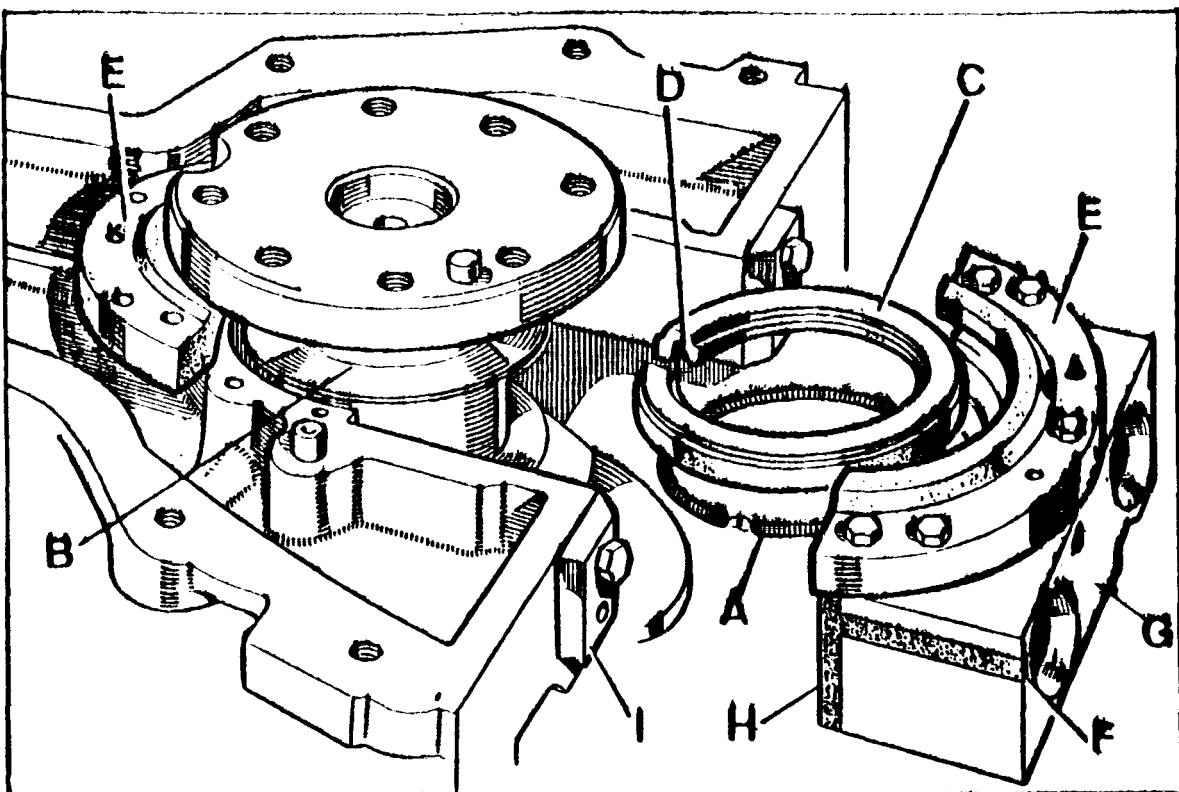
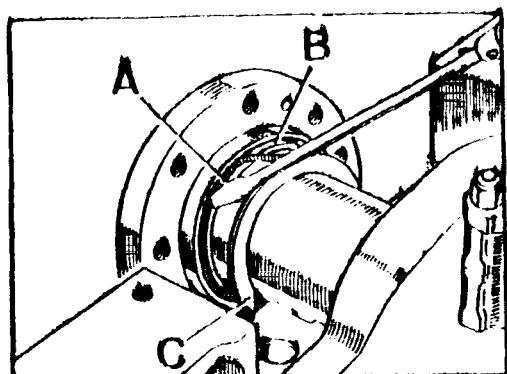

Fig. A3-83C Detalles del retén trasero del cigueñal
Fig. A3-83D Montaje del muelle compresor del retén.
- 1.12. Desmontar el retén, C, del cigüeñal y el muelle compresor, A (Fig. A3-83C).
- 2.1. Situar el muelle, A (Fig. A3-83C) sobre el cigueñal, encajándolo en su alojamiento del muñón, B, y enganchar sus extremos, teniendo cuidado de no deformar el muelle al realizar esta operación.
- 2.3. Colocar el muelle, A (Fig. A3-83C) de forma que el punto de enganche quedé situado según se indica en la figura. Con un destornillador pequeño se irá empujando el muelle (Fig. A3-83D) hasta que se introduzca en el hueco del retén.
- 2.4. Girar el retén hasta que el corte, D (Fig. A3-83C) quede situado en el eje vertical del motor y apuntando hacia la culata. Esta posición, que es la de trabajo, es muy importante.
- 2.5. Instalar las dos mitades del porta-retén, E (Fig. A3-83C), asegurándose de que el retén queda bien alojado en la mitad superior.
- 2.6. Montar dos empaquetaduras de corcho, F (Fig. A3-83C) sobre la tapa del cojinete trasero, G, haciendole de antemano un biselado en la zona H. Engrasar la zona deslizante de la tapa y montarla sobre el bloque haciendo uso de las guías I, 270304.